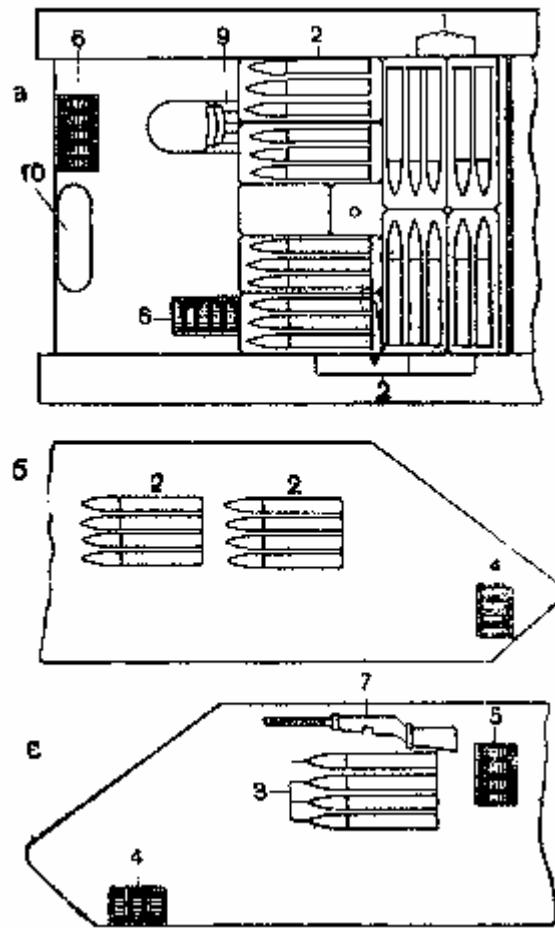
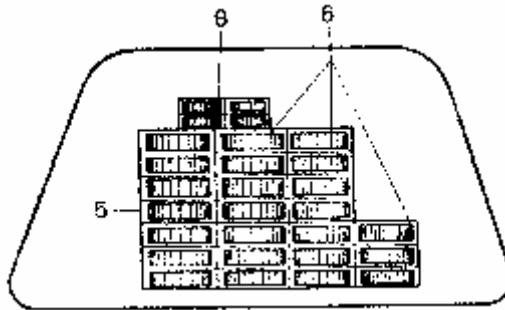

Рис.49. Укладка боеприпасов в корпусе танка:
Рис. 50. Укладка пулемётных дисков в задней части башни танка:
В танке размещается: 100 снарядов (бронебойных — 21 шт., осколочно-фугасных — 75 шт. и подкалиберных — 4 шт.), 50 пулемётных дисков (3150 патронов, из которых: бронебойных — 540 шт., трассирующих — 510 шт. и с легкой пулей — 2100 шт.), 1 пистолет-пулемёт ППШ, 4 магазина к нему и 25 ручных гранат «Ф-1» (рис. 49 и 50).
Для укладки снарядов на полу боевого отделения оборудовано 8 специальных ящиков, в которых размещают 86 снарядов, из них 19 бронебойно-трассирующих 1 (рис. 49) и 67 осколочно-фугасных 2; остальные 14 снарядов размещены так: 2 бронебойно-трассирующих 1 — в кассетах на крышке ящика в правом заднем углу боевого отделения, 8 осколочно-фугасных 2 — на левом фальшборте в боевом отделении и 4 подкалиберных 3 — в кассетах на правом фальшборте.
Пулеметные патроны укладываются в дисковые магазины, которые размещаются так: 7 дисков с легкой пулей — в отделении управления, в носовой части 4 (рис. 49); 11 дисков с бронебойными и трассирующими пулями (совместно) 5: на правом фальшборте — 4 диска и в задней части башни — 7 дисков; 15 дисков с лёгкими и трассирующими пулями (совместно) — в отделении правления 6 (рис. 49) и 17 дисков с легкими и трассирующими пулями (совместно) 6 (рис. 50) — в задней части башни. Пистолет-пулемет ППШ крепится на правом фальшборте 7 (рис. 49) двумя ремешками, а патроны к нему в 4 магазинах укладываются в сумках на укладке пулемётных дисков в задней части башни, 8 (рис. 50).
Ручные гранаты «Ф-1» в количестве 25 шт. укладываются в сумках за спинкой сиденья радиста 9 (рис. 49).
- 3) запас продовольствия: 20 суточных дач (укладываются в двух вещевых мешках, в носовой части танка 10 (рис. 49);